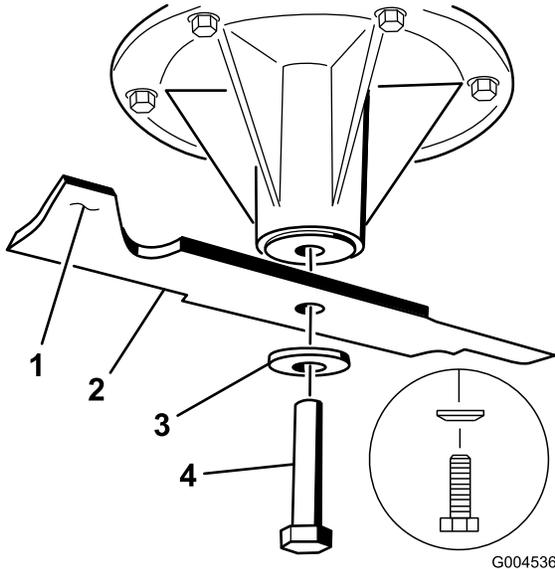

Figure 101
2. Enlevez de l'axe, le boulon, la rondelle bombée et la lame (Figure 101).